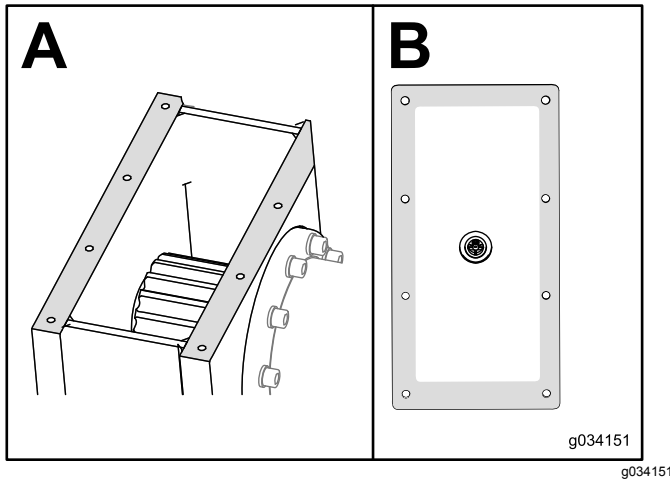

Figure 108
9. Nettoyez le mastic présent sur le boîtier du réducteur et le couvercle (Figure 108).
10. Appliquez du mastic RTV neuf de type automobile sur le bord du couvercle (encadré B de la Figure 108).